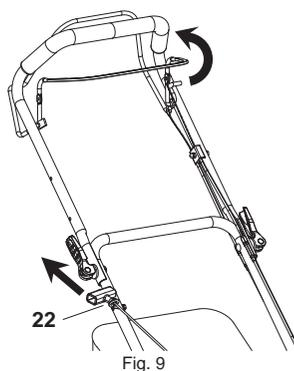

Fig. 9
Tirer doucement sur la poignée du lanceur (22) (Fig. 9) et la placer dans le guide-cordon (21) sur le côté droit de la poignée inférieure pendant l'utilisation (Fig. 9). Ne pas retirer le cordon du guide-cordon pendant le démarrage du moteur.